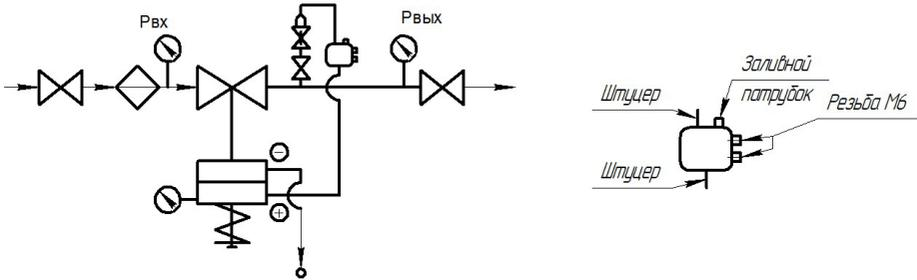

Рисунок 4
- установить штуцер из комплекта регулятора на трубопровод согласно схеме подключения регулятора (рис.4) в месте, удобном для подсоединения импульсной линии. Штуцер вкручивается в запорный кран (внутренняя резьба G 1/2) на отводе трубопровода;